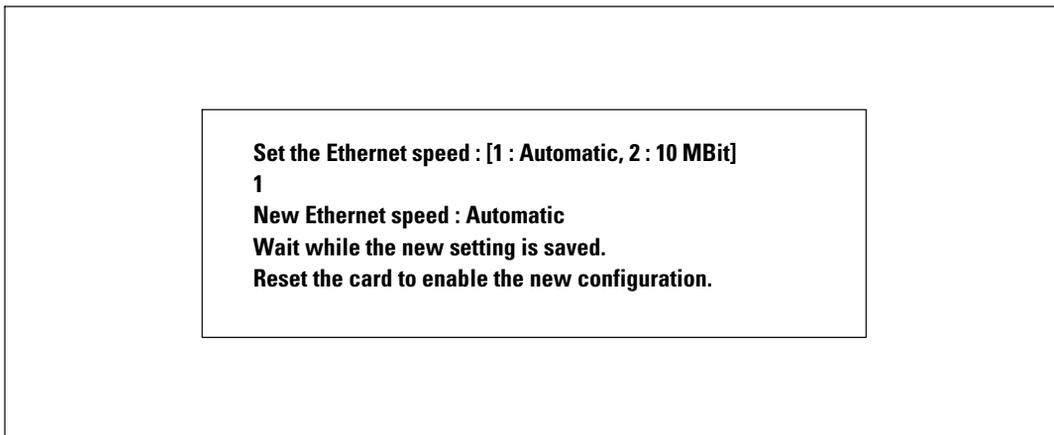

Figure 43. Réglages de vitesse Ethernet
- **Réglage de la vitesse Ethernet** : pour modifier la vitesse du réseau (voir Figure 43). Redémarrez la carte pour activer les nouveaux paramètres.